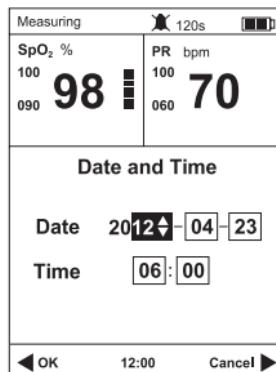

Fig.3.2
2. Appuyer sur le bouton de navigation pour sélectionner l'élément « Date et Heure », appuyer ensuite sur le bouton OK pour entrer dans l'écran de réglage de l'heure, se référer à la figure 3.2.